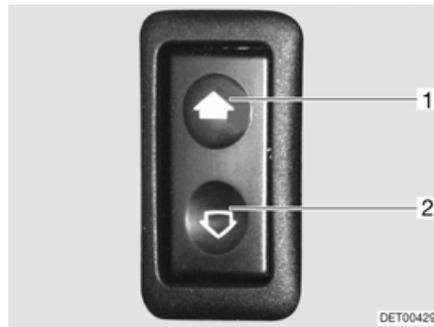

Fig. 32 Interruptor para los elevelunas eléctricos
- Abrir: ■ Pulsar la parte inferior del conmutador (Fig. 32,2).
- Cerrar: ■ Pulsar la parte superior del conmutador (Fig. 32,1).